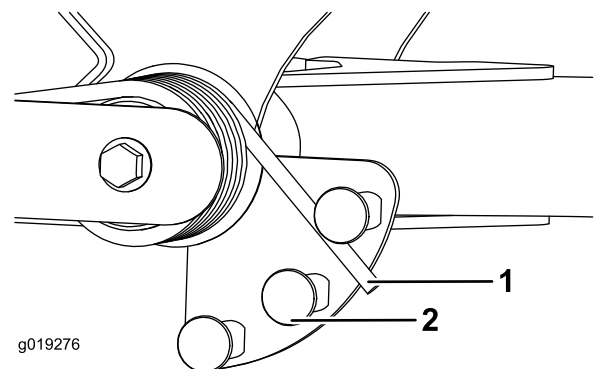

Bild 40
2. Stecken Sie ein Rohr oder ein ähnliches Objekt in das lange Federende und drehen Sie es um den Federaktuator in die gewünschte Stellung (Bild 40).
3. Wenn Sie die Federspannung aufgehoben haben, nehmen Sie die Schraube und Sicherungsmutter ab, mit denen der Federaktuator an der Halterung befestigt ist (Bild 40).